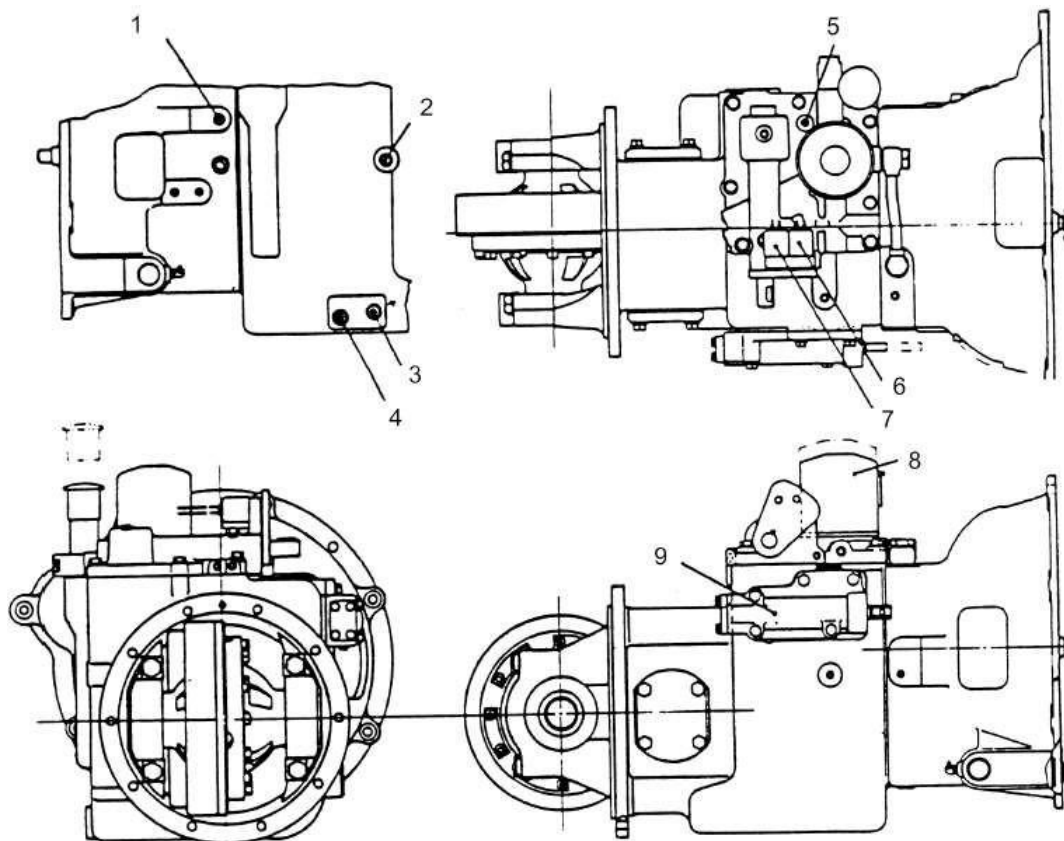

Рис. 5-8:
- (1) Снять полуось с передних колес.
- (2) Рукоятка переключения передач должна быть в нейтральном положении.
5.9. Положение соединительных отверстий для гидравлического масла (См. Рис. 5-8).